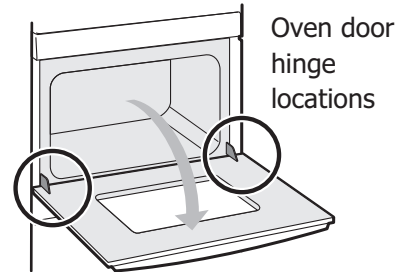

Figure 9: Emplacement des charnières de la porte
3. Ouvrez complètement la porte du four, parallèlement au sol (Figure 9).